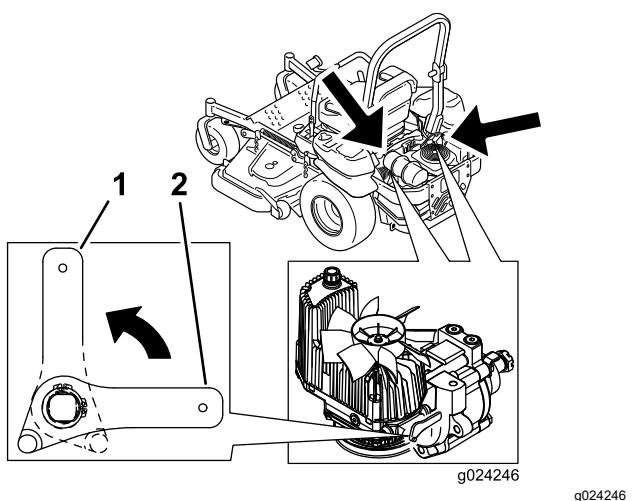

Figura 39
3. Rode as alavancas da válvula de libertação na posição vertical para empurrar a máquina (Figura 39).
5. Rode as alavancas da válvula de libertação horizontalmente para a máquina trabalhar (Figura 39).